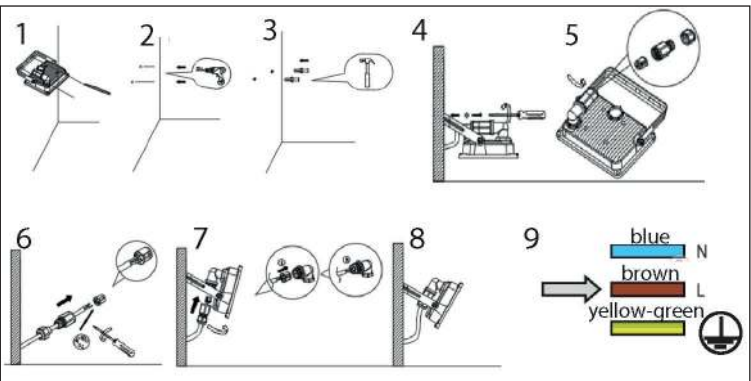

Fig. 3: Mounting
5.1 Montering af LED udendørs projektør (fig. 3 - 5)